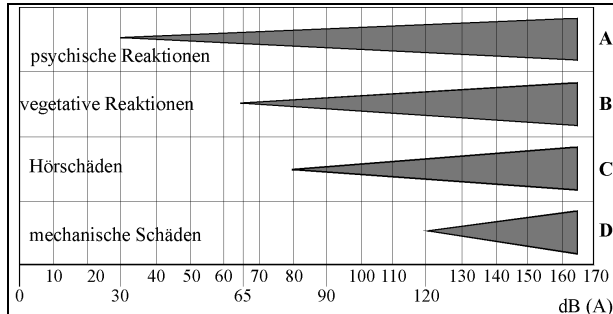

Abbildung 7: Art der Auswirkungen des Lärms auf den menschlichen Organismus [in Anlehnung an LEHMANN]
- Vier unterschiedliche Reaktionsbereiche (Abbildung 7)